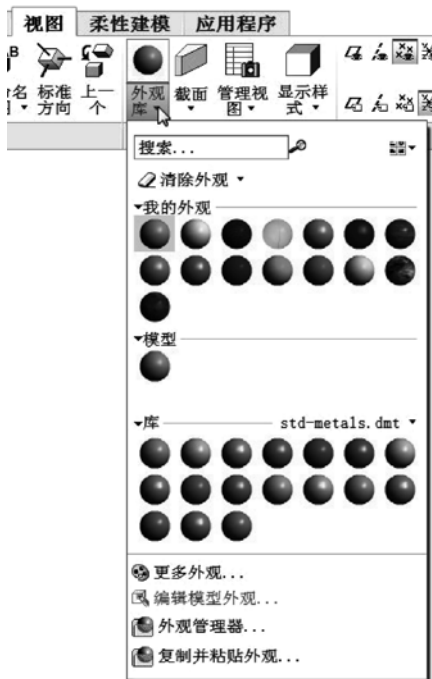

图 13-102 打开外观库面板
- 1 在功能区的“视图”选项卡的“模型显示”面板中单击“外观库”按钮下方的按钮“下三角形”按钮，从而打开外观库面板，如图 13-102 所示。